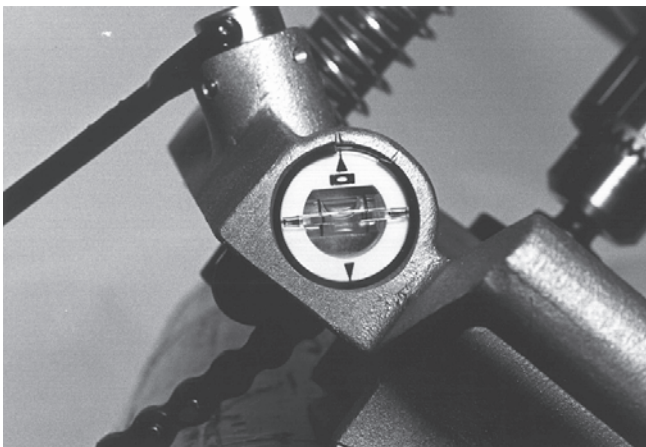

Figure 6 – Niveau à bulle de la scie à cloche HC-450
- Incorporée à l'embase de la scie à cloche HC-450 se trouve un niveau à bulle qui peut, le cas échéant, servir à aligner plusieurs percements successifs. Lorsque le positionnement précis de la scie à cloche est atteint, il est possible de tourner le niveau à bulle et le mettre de niveau. Ainsi, lors des percements suivants, il s'agira simplement d'orienter la scie à cloche de manière à ce que la bulle du niveau soit centrée avant d'arrimer l'appareil (Figure 6).